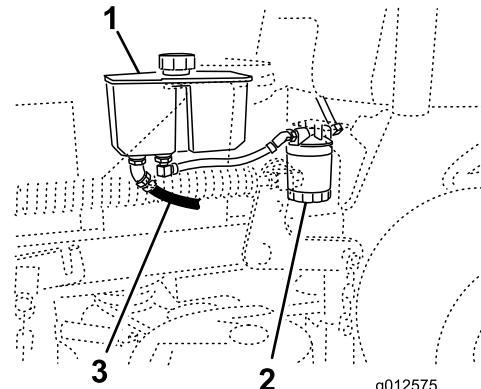

Figura 73
- Localice el manguito hidráulico delantero, debajo del depósito de aceite, y coloque un recipiente debajo del depósito (Figura 73).